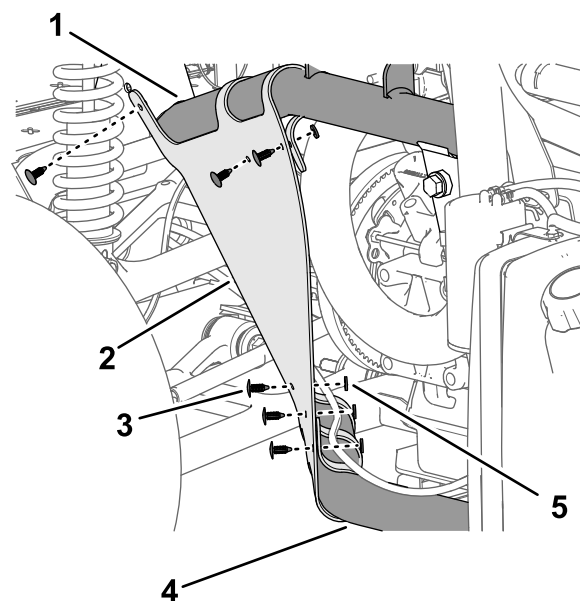

Figura 215
2. Prenda o resguardo do guarda-lamas interior nos tubos da estrutura com os seis fixadores de pressão (Figura 215).
3. Alinhe os furos no guarda-lamas com os furos na estrutura da máquina como se mostra na Figura 215.